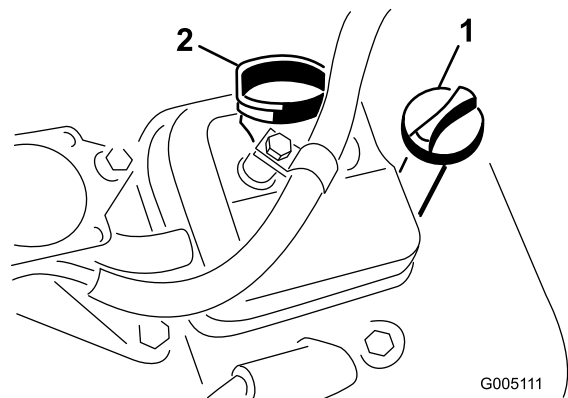

Figura 18
2. Desenrosque la varilla y límpiela con un paño limpio. Enrosque la varilla en el tubo asegurándose de que entre a tope (Figura 18).